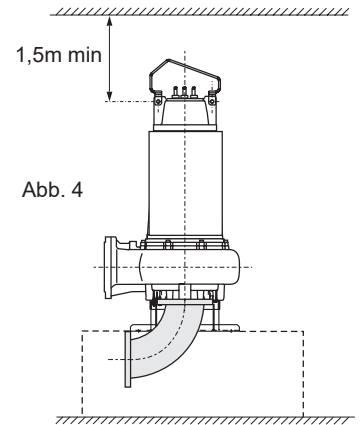

Abb. 4
1. Elektropumpe mit stehender Rotorachse auf Stützfuß und Flanschkrümmer auf der Saugseite (Abb. 4). Für die Handhabung der Maschine den Handgriff ausbauen und in der anderen Position wieder einbauen. Auf diese Weise steht die Achse der Maschine beim Heben vertikal.